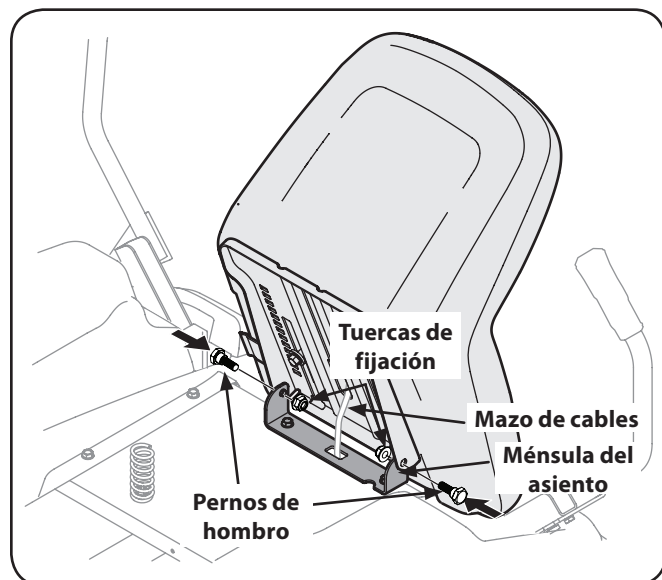

Figura 3-3
Gire el asiento en su posición y asegure el asiento en su lugar con los pernos de reborde y tuercas de sujeción que extrajo antes. Tenga cuidado de no doblar o dañar el cableado mientras instala el asiento. Vea la Figura 3-3.
4. Levante y gire esa palanca de control hacia arriba hasta que el orificio ranurado en el soporte de la palanca se alinea con uno de los orificios del soporte de pivote. Vea la Figura 3-3.
5. Deslice la arandela plana en el tornillo hexagonal. Desde el exterior, insertar el tornillo hexagonal con arandela a través de la ranura de la palanca de control y el orificio de la ménsula de pivote. Vea la Figura 3-3. El uso de un 1/2 "llave apriete el tornillo, pero no los apriete completamente.